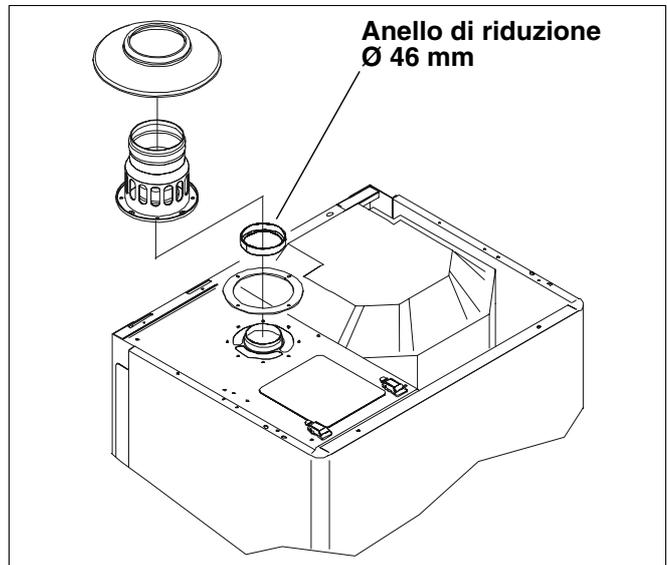

Fig. 9 Montare anello di riduzione e adattatore
- Per il sistema di scarico con un diametro di 80 mm ed una lunghezza fra 0,5 m e 4 m, deve essere inserito un anello di riduzione con diametro di 46 mm, nell'adattatore dell'uscita ventilatore (fig. 9). L'anello di riduzione è fornito assieme alla caldaia murale a gas, impaccato in una pellicola di plastica.